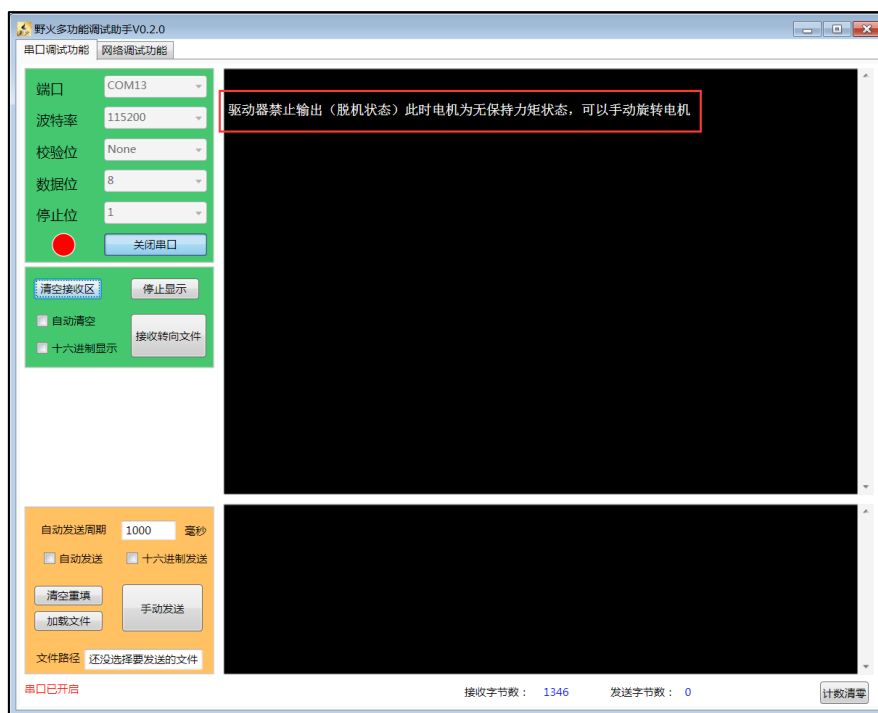

图 2-14 串口终端打印脱机状态信息
- KEY1, 在电机上电工作的时候, 如果我们需要手动旋转步进电机, 只需要步进电机停止转动后, 我们按下按键 KEY1, 进入脱机状态, 此时我们可以手动去调整步进电机, 串口打印信息见图 2-14。